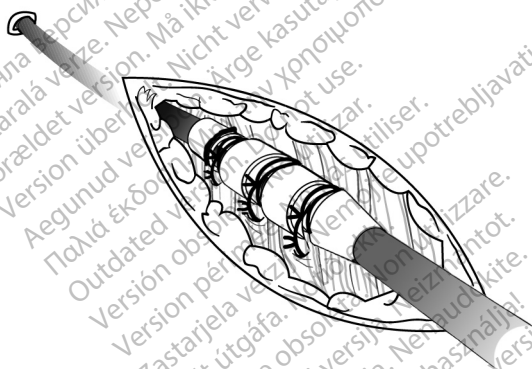

Figura 12. Ejemplo de manguito de sutura, técnica de implantación percutánea
1. Pele la vaina introductora y deslice el manguito de sutura profundamente en el tejido (Figura 12 Ejemplo de manguito de sutura, técnica de implantación percutánea en la página 27).